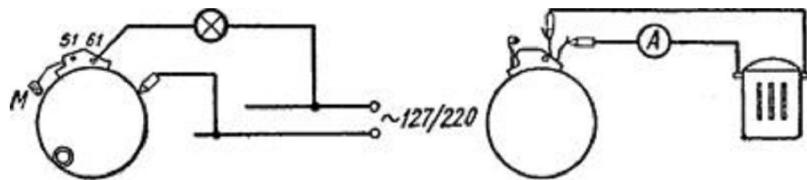
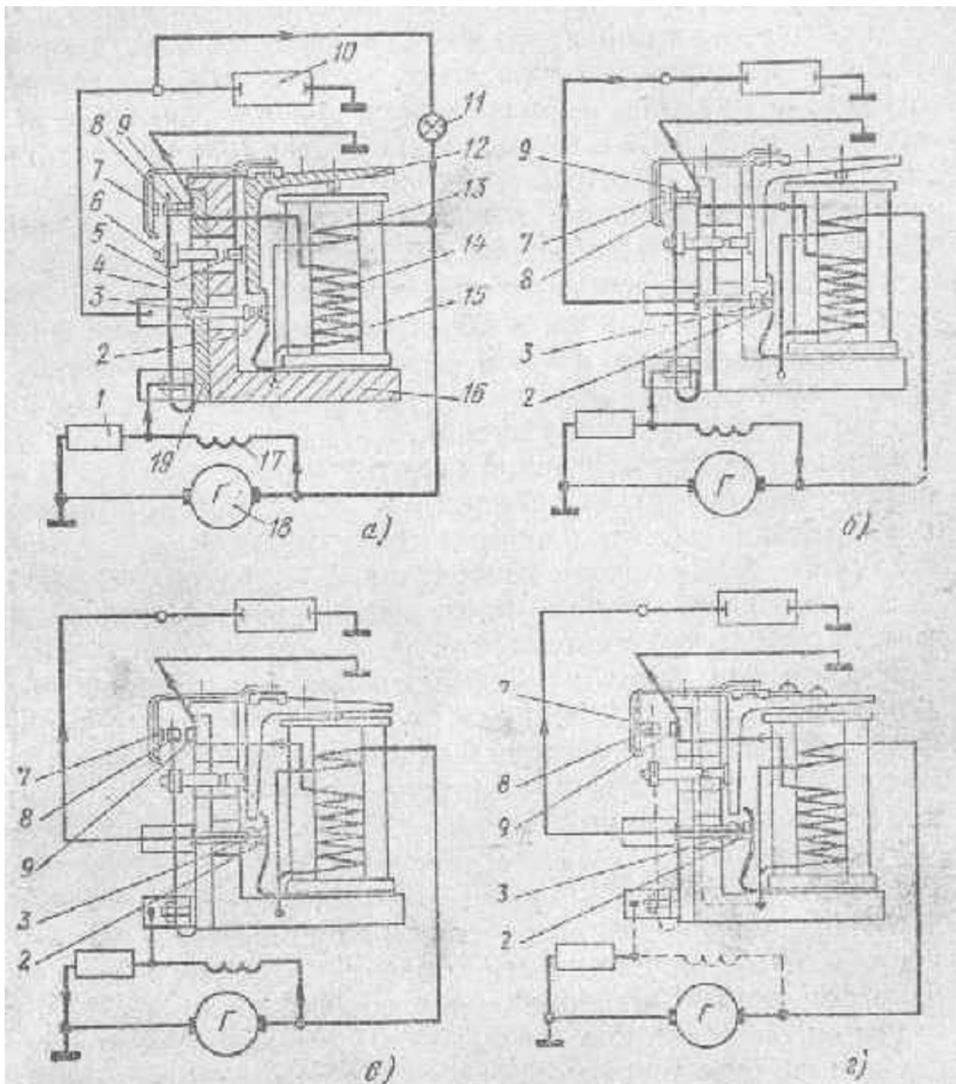
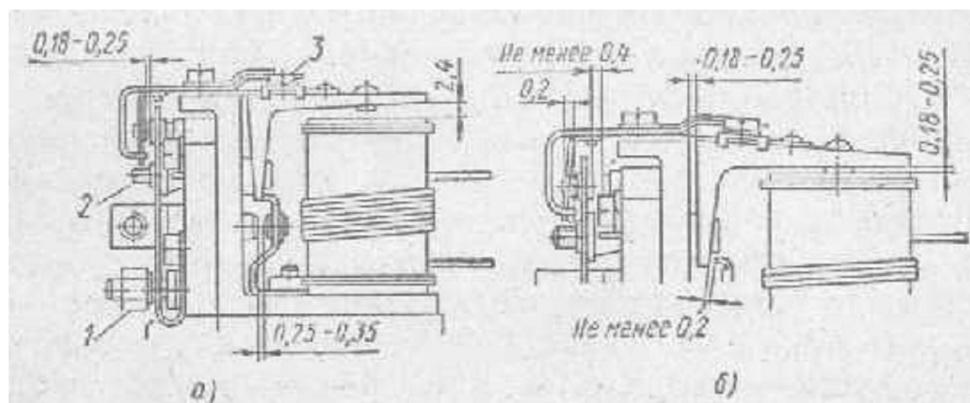

Рис. 93. Схема проверки обмоток возбуждения генератора:
Рис. 94. Схемы включения цепей реле-регулятора в зависимости от числа оборотов двигателя:
Рис. 95. Величины зазоров между контактами реле-регулятора:
Замыкание на массу обмоток возбуждения проверяют омметром или при помощи лампы, присоединяя ее к сети (см. рис. 93, а). Для этого отсоединяют провода, подходящие к клеммам 51 и 61, снимают статор с двигателя, отвертывают винт крепления добавочного резистора и изолируют его от массы, отсоединяют также от массы наконечник реле-регулятора. При замыкании на массу обмотки возбуждения лампа загорается.
При отсутствии прибора для измерения сопротивления его можно измерить косвенным путем при помощи батареи и амперметра (рис. 93). При использовании нормально заряженной батареи сила тока должна быть равна примерно 2 а. При износе коренных подшипников якорь генератора касается полюсных башмаков статора, в результате чего появляются задиры на якоре и башмаках. Вид ремонта в этом случае (конечно, после замены подшипников) зависит от степени повреждения. Если задиры неглубоки, их можно устранить напильником или шабером, не нарушая общей формы поверхности.
На стальном основании (ярме) 16 (рис. 94) закреплена электромагнит 15 с параллельной 14 и последовательной 13 обмотками. Параллельная обмотка (обмотка напряжения) представляет собой 600 витков лакированной медной проволоки диаметром 0,32 мм и 20 витков проволоки диаметром 0,4 мм (с общим сопротивлением 14 ом), намотанной непосредственно на сердечник. Снаружи обмотка покрыта изоляционным материалом. Последовательная обмотка (обмотка тока) - несколько витков медной лакированной проволоки диаметром 1,5 мм - намотана на изоляцию обмотки напряжения.
следовательно, напряжения на его зажимах), которым соответствует определенное положение контактов. Режим малых чисел оборотов (примерно 950 об/мин). Ключ зажигания замыкает цепь (см. рис. 94, а), и ток от батареи поступает к потребителям и к клемме 51 реле-регулятора. Контакты 2 и 3 разомкнуты, так как при этом числе оборотов генератор вырабатывает ток низкого напряжения, который создает лишь слабое магнитное поле, недостаточное для притягивания якоря. Поскольку обмотки реле-регулятора обладают значительным сопротивлением, ток от генератора поступает главным образом к обмоткам возбуждения 17, усиливая магнитное поле статора. Контрольная лампа 11, включенная параллельно контактам 2 и 3, горит, указывая, что потребители питаются от батареи. Режим средних чисел оборотов (примерно 1200 об/мин). Напряжение генератора превышает напряжение батареи. Магнитное поле электромагнита увеличивается током, протекающим в параллельной обмотке, и якорь реле-регулятора, немного притягиваясь, дает возможность замкнуться контактам 2 и 3 (рис. 94, б). При этом ток от генератора через эти контакты идет к батарее, заряжая ее, и к потребителям. Контрольная лампа гаснет, так как сопротивление ее нити больше, чем сопротивление обмотки тока и контактов 2 и 3.
Режим повышенных чисел оборотов (примерно 1500 об/мин). Напряжение генератора (рис. 94, в) составляет 6,5-7,2 в. Магнитное поле при этом возрастает, и реле притягивает якорь еще больше. Якорь, нажимая на регулировочный винт 6 отгибает немного плоскую пружину 4, разъединяя контакты 8 и 9. Ток возбуждения генератора проходит через добавочный резистор и далее на массу. Величина тока возбуждения при этом понижается, а следовательно, уменьшается и напряжение генератора. Якорь отходит немного от электромагнита, контакты 8 и 9 замыкаются, добавочный резистор выключается, и весь цикл повторяется с большей частотой. Реле-регулятор работает на первой ступени регулирования.
Режим высоких чисел оборотов (рис. 94, г). При дальнейшем увеличении числа оборотов генератора (вплоть до максимального) падение напряжения на добавочном резисторе не может компенсировать рост напряжения. Магнитное поле возрастает настолько, что магнитная сила преодолевает сопротивление пружины якоря и он, полностью притягиваясь, замыкает контакты 8 и 7.
Обмотка возбуждения 17 (см. рис. 94, а) генератора оказывается включенной параллельно обмотке 13 реле обратного тока, сопротивление которой во много раз меньше. Ток через обмотку возбуждения не проходит, магнитное поле статора исчезает, и напряжение генератора понижается. Якорь реле отходит от сердечника, контакты 7 и 8 размыкаются, и напряжение генератора снова повышается. Цикл повторяется. Реле-регулятор работает на второй ступени регулирования. Напряжение генератора поддерживается в пределах 7,5-8,1 в.
При числе оборотов около 1000 в минуту (примерно 25 км/ч по показаниям спидометра) напряжение генератора достигает 6,2 в и контакты 2 и 3 (см. рис. 93, б) начинают замыкаться. Когда число оборотов составляет 1200-1500 в минуту (на спидометре 30-35 км/ч), контакты 2 и 3 полностью замыкаются, напряжение генератора равно 6,5-7,2 в, контакты 8 и 9 размыкаются (см. рис. 94, е).
При дальнейшем повышении числа оборотов - до максимального (замер тахометром можно не производить) замыкаются контакты 7 и 8 (см. рис. 94, г), поддерживая напряжение в пределах 7,5-8,1 в. Если напряжение не достигает этого значения, то можно его увеличить путем незначительного вывертывания винта 2 (рис. 95) после остановки двигателя. В новом положении винт стопорят краской или kleem (БФ-2, карбонольный и т. п.).
Первыми должны замкнуться контакты 2 и 3 (см. рис. 94). После небольшого свободного хода якоря контакт 8 должен отойти от контакта 9 и, замкнувшись с контактом 7, переместить его на 0,18-0,25 мм от первоначального положения.
Если этот порядок нарушен, следует проверить и установить зазоры между подвижными деталями реле-регулятора при свободном и прижатом к сердечнику якоре(см, рис. 95).
Для измерения зазоров пользуются набором плоских щупов, а если и нет несколькими бритвенными лезвиями толщиной 0,08 и 0,1 мм. Нужный зазор между контактами 2 и 3 (см. рис. 94, а) можно установить, подпилив упорный носик пружины контакта 2 или изменив ее положение после отвертывания гайки крепления.
После этого полностью прижимают якорь к сердечнику и вращением регулировочного винта устанавливают положение контакта 7 (см. рис. 94, б).
1. Напряжение без нагрузки. К клемме 51 подсоединяют вольтметр V1, Амперметр и батарею отключают. Число оборотов генератора увеличивают до установления постоянного значения напряжения. Реле-регулятор работает на второй ступени регулирования. Напряжение регулируют гайкой 7 (см. рис. 95) в пределах 7,5-8,1 в. Затем плавно уменьшают число оборотов генератора до тех пор, пока не замкнутся контакты 8 и 9 (см. рис. 94, а) - реле работает на первой ступени регулирования. Величина напряжения в этот момент должна быть на 0,5 в меньше, чем при работе реле на второй ступени. При необходимости регулировку производят винтом 2 (рис. 95). Затем снова проверяют и при необходимости регулируют напряжение второй ступени.
В момент замыкания контактов 2 и 3 (рис. 95),когда амперметр покажет изменение направления тока, по вольтметру V2 определяют величину напряжения замыкания контактов, оно должно быть в пределах 6,2-6,8 в. Регулировку производят передвижением пластины (см. рис- 95),установленной сверху якоря.